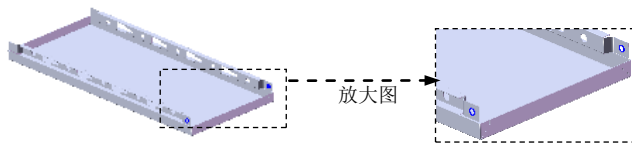
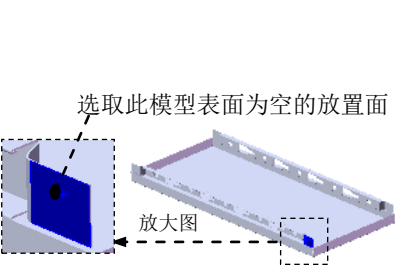
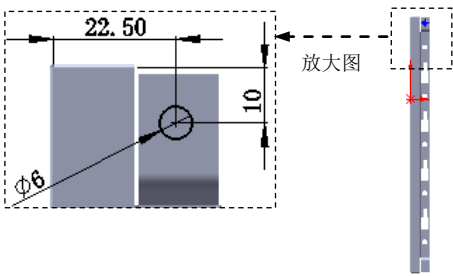

图 17.6.55 创建孔 2
图 17.6.56 定义孔的放置面
图 17.6.57 横断面草图
Step27. 创建图 17.6.55 所示的零件特征——孔 2。选择下拉菜单 **插入(I)** → **特征(F)** → **孔(H)** → **简单直孔(S)...** 命令; 选取图 17.6.56 所示的模型表面为孔的放置面, 在 **方向1** 区域的 下拉列表中选择 **完全贯穿** 选项, 在 文本框中输入数值 6.0。单击 按钮, 完成孔 2 的初步创建。在设计树中右击 **孔2**, 在系统弹出的快捷菜单中单击 按钮, 进入草图环境, 绘制图 17.6.57 所示的横断面草图。单击 按钮, 退出草图环境。